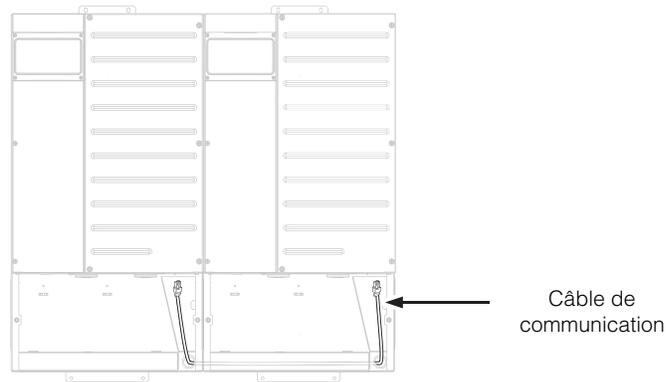

Figure 4-5 Installation des câbles de synchronisation AC et Xanbus
- Placer le câble comme indiqué dans la Figure 4-5. Faire passer les autres câbles de communication éventuels par les chemins de câbles. Remettre les chemins de câbles en place en veillant à ne pas pincer les câbles. Fixer les chemins de câbles sur la boîte de dérivation à l'aide des vis retirées précédemment.